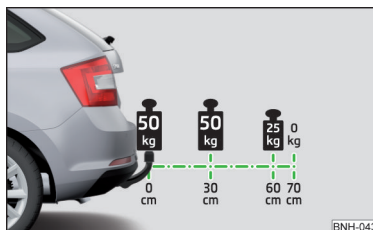

Fig. 121
**Proeminența maximă admisă** a cuplei sferice de pe dispozitivul de remorcă este de **70 cm** » fig. 121.